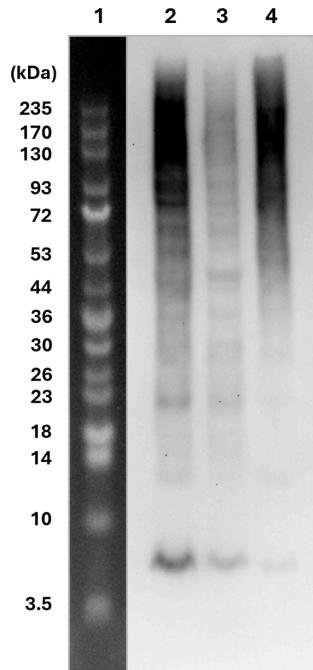

図1. 哺乳類細胞を用いた免疫沈降
図1と同様の免疫沈降アッセイから得た溶出画分を用いて、3枚の PVDF ブロットを作製し、それぞれ異なるブロッキング剤・一次抗体・二次抗体（二次試薬）（以下レーン情報を参照）を組み合わせて使用した。各プロットに対して ECL 法を用いてユビキチン化タンパク質の検出を行った。レーン 3 およびレーン 4 では、ユビキチン化タンパク質に加えて、ストレプトアビジンビーズから解離した Anti-Pan Ubiquitin Monobody, Biotin が同時に検出されており（矢頭）、検出系によりシグナルパターンが異なることが確認された。
(B) 免疫沈降、SDS-PAGE、およびウェスタンブロッティングは図 1 と同様のプロトコルに従って実施した（ただし、溶出画分の希釈は省略）。